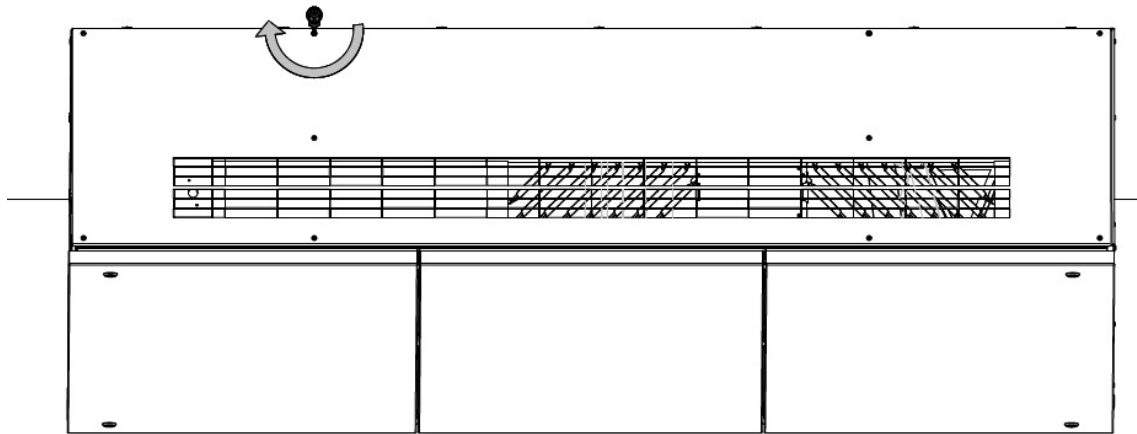

Abbildung 8: Demontieren die Frontabdeckung
1. Demontieren Sie die linke Seitenabdeckung, siehe Abbildung 8. Legen Sie die Abdeckung vorsichtig auf eine Schutzunterlage, um Kratzer auf der Oberfläche zu vermeiden.